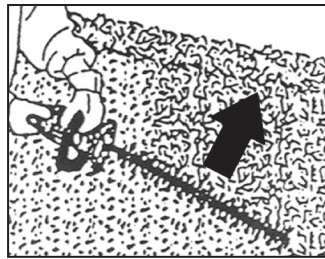

Abb. 6
- ➔ Beginnen Sie mit dem Schneiden der Hecke durch gleichmäßige angemessene Bewegungen von unten nach oben, siehe Abb.6.